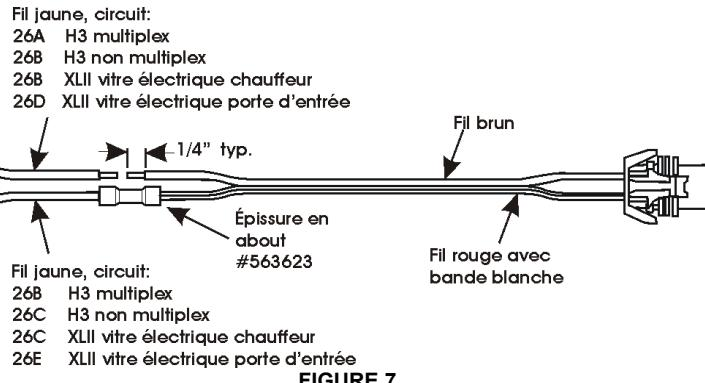

FIGURE 7
8. À l'aide des épissures en bout #563623, joindre au câblage #563664 fourni dans l'ensemble (voir figure 7). Chauffer les extrémités thermorétrtractables des épissures en bout.